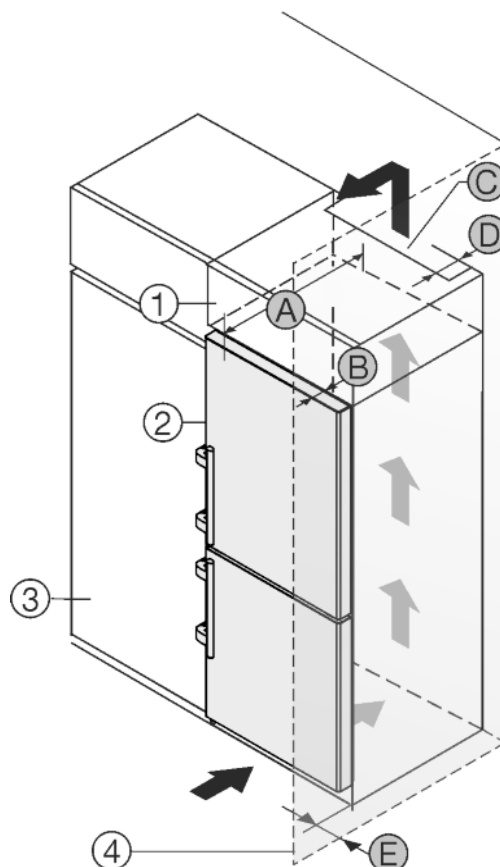

Fig. 26
L'appareil peut être réagencé avec des buffets de cuisine. Pour adapter l'appareil *Fig. 26 (2)* à la hauteur du coin cuisine, une rehausse *Fig. 26 (1)* peut être posée sur l'appareil.
L'appareil peut être installé directement à côté du buffet de cuisine *Fig. 26 (3)*. Pour pouvoir ouvrir complètement les portes, l'appareil doit déborder de la profondeur *Fig. 26 (B)* par rapport à la façade du buffet. L'appareil peut déborder encore plus en fonction de la profondeur des buffets et de l'utilisation de cales d'épaisseur.
- Une sortie d'air avec la profondeur *Fig. 26 (D)* doit être présente au dos de la rehausse sur toute sa largeur.
- La section de ventilation *Fig. 26 (C)* sous plafond doit être respectée.
Si l'appareil avec les charnières est installé près d'une paroi *Fig. 26 (4)*, la distance *Fig. 26 (E)* entre l'appareil et la paroi doit être respectée. Ceci correspond à la saillie de la poignée avec la porte ouverte.